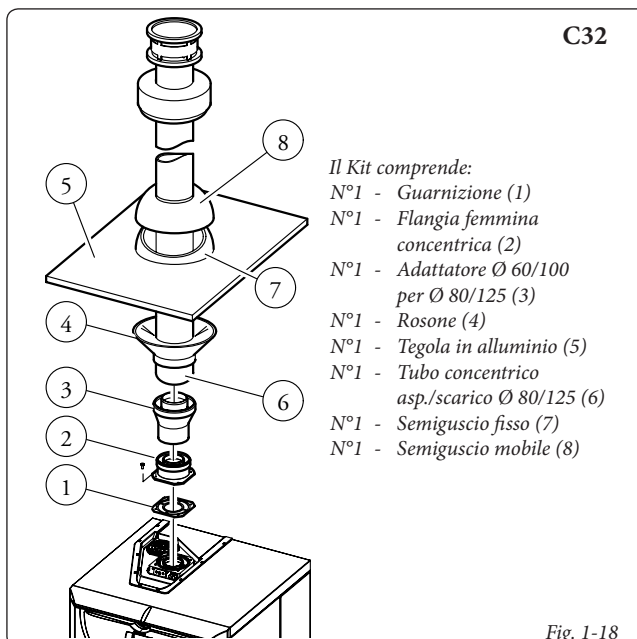

Fig. 1-18
- Kit verticale concentrico di aspirazione e scarico. Questo terminale permette l'aspirazione dell'aria e lo scarico dei fumi direttamente all'esterno dell'abitazione in senso verticale (Fig. 1-18 ÷ 1-19).
Kit verticale con tegola in alluminio Ø 80/125. Montaggio kit (Fig. 1-18): installare la flangia concentrica (2) sul foro più interno della caldaia interponendo la guarnizione (1) e serrare con le viti presenti nel kit. Innestare l'adattatore (3) con lato maschio (liscio) nel lato femmina della flangia concentrica (2). Installazione della finta tegola in alluminio. Sostituire alle tegole la lastra in alluminio (5), sagomandola in modo da fare defluire l'acqua piovana. Posizionare sulla tegola in alluminio il semiguscio fisso (7) e inserire il tubo di aspirazione-scarico (6). Innestare il terminale concentrico Ø 80/125 con lato maschio (6) (li-